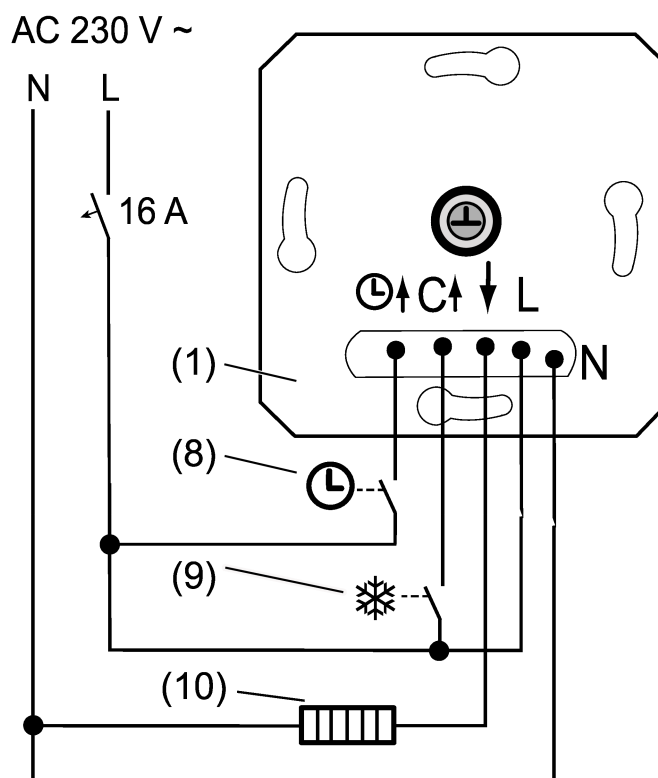

Bild 2: Anslutningsexempel för insatsen
- Anslut den elektriska värmeenheten (10) eller kylanheten till insatsen (1) enligt anslutningsschemat (se bild 2). Beakta ledarareorna (tekniska data)
- Alternativt kan du ansluta ingången ☹ via en brytkontakt (8) till en central timer (sänkt läge) eller ansluta kopplingskontakten till en närvarodetektor eller brytare (närvaroläge).